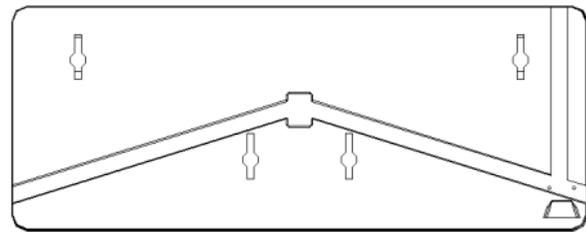
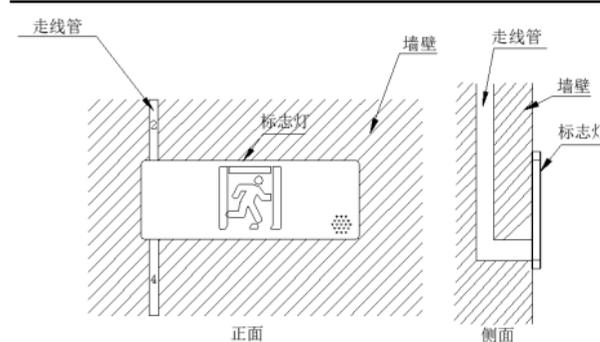

图 2
图 3
2. 将四个塑料膨胀管固定到墙上, 在拧上配套的十字槽平头自攻螺钉, 然后把装配好的灯具通过灯具背面四孔(如图 2 所示)挂在墙上, 安装效果如图 3。